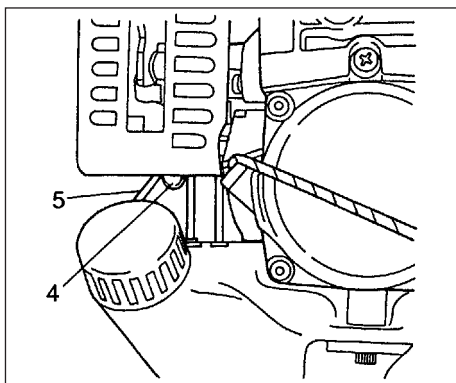

Fig. 2-2C
* Tryk snapsepumpen (4) adskillige gange, så brændstoffet flyder gennem returnrøret (5) (hvis udstyret med det) (Fig. 2-2C)
2. Tryk sikkerhedsafbryderen (2) (hvis monteret)